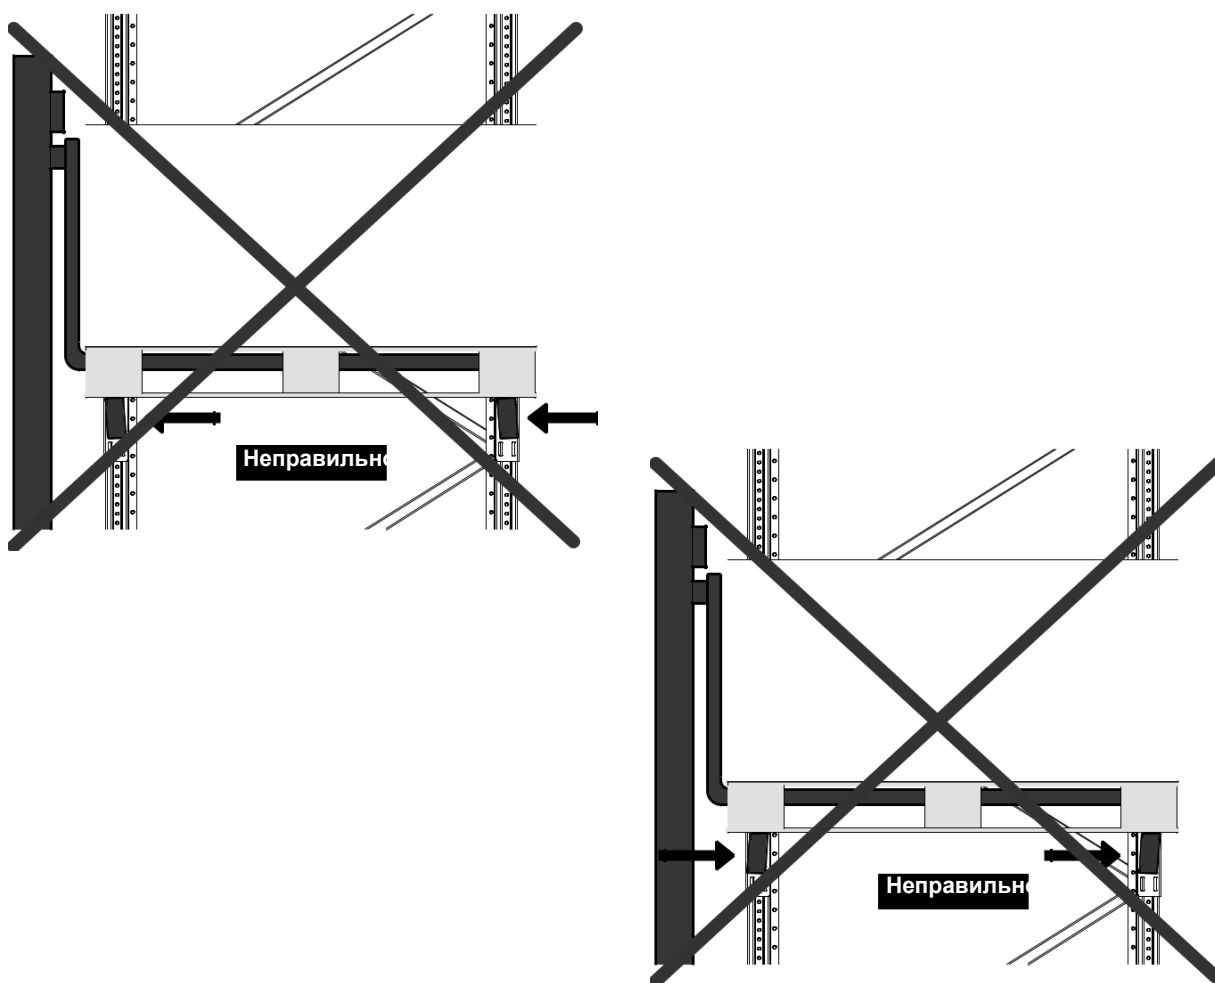

Рисунок 25 - Искривление балки в результате волочения или толкания грузовой единицы
- ▶ Захват поддона вилами и его снятие не должны приводить к повреждениям грузовой единицы и стеллажа. Запрещено толкать грузовую единицу, установленную на ярусе стеллажа, снимать поддон с вилок путем волочения (трения) (рис. 25).